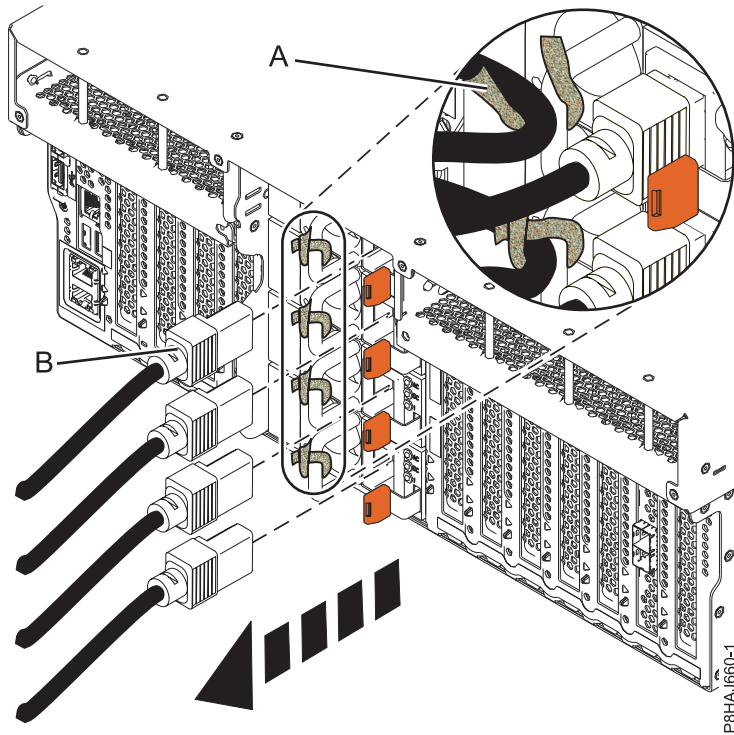
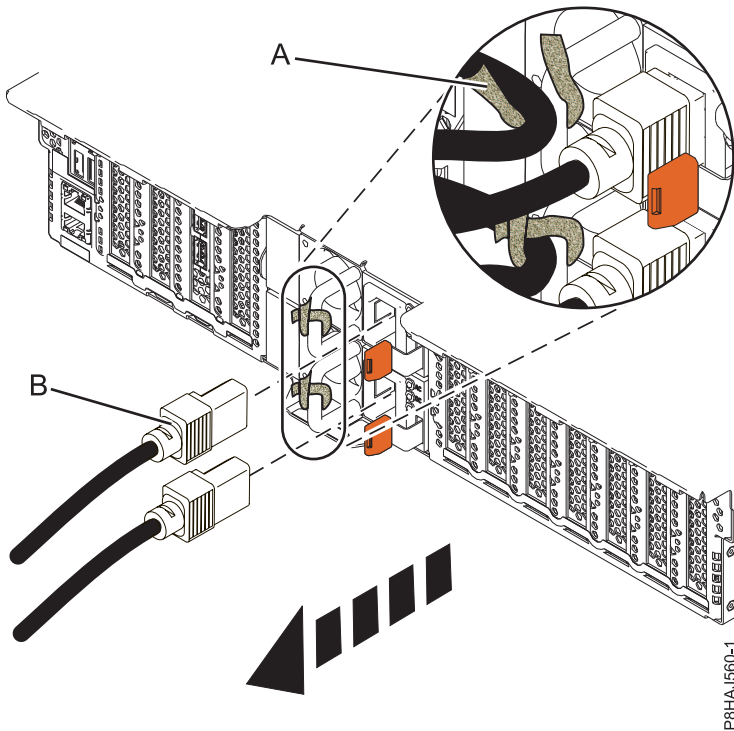
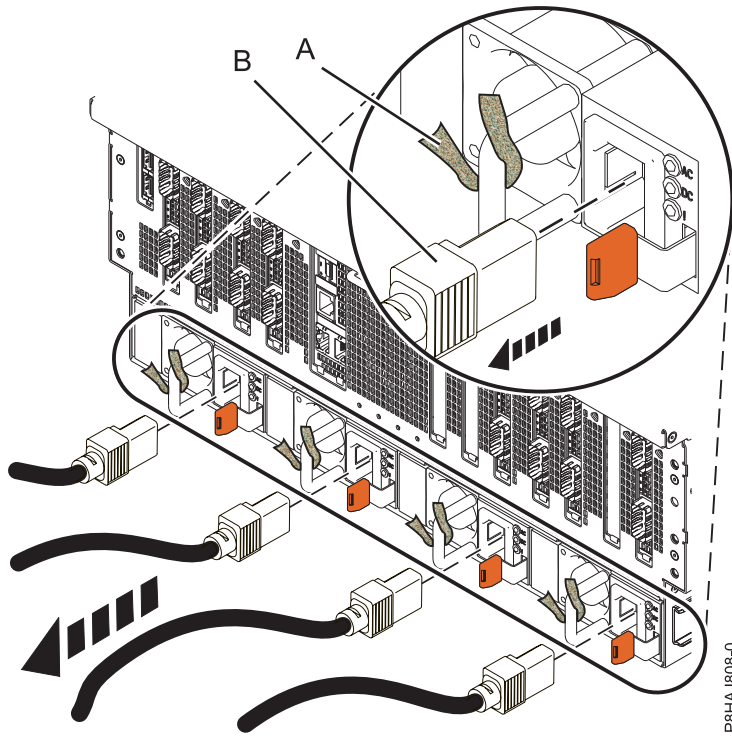

Figura 159. Extracción de los cables de alimentación de un sistema 8247-42L, 8286-41A o 8286-42A
Figura 160. Extracción de los cables de alimentación de un sistema 5148-21L, 5148-22L, 8247-21L, 8247-22L, 8284-21A o 8284-22A
Figura 161. Extracción de los cables de alimentación de un sistema 8408-44E o 8408-E8E
3. Desconecte los cables de alimentación (**B**) de la unidad del sistema. Consulte la Figura 159 en la página 204, la Figura 160 en la página 204 o la Figura 161 en la página 205 según el tipo de sistema.